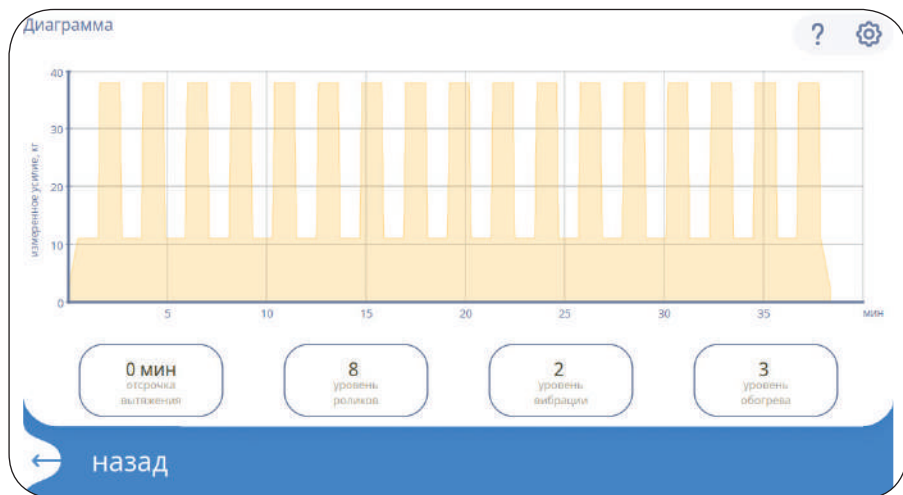

Рисунок 4 – Окно диаграммы
6. Кнопка перехода в окно с диаграммой процедуры вытяжения (см. рис. 4). Диаграмма отображает графическую зависимость силы вытяжения от времени вытяжения при заданных параметрах процедуры.